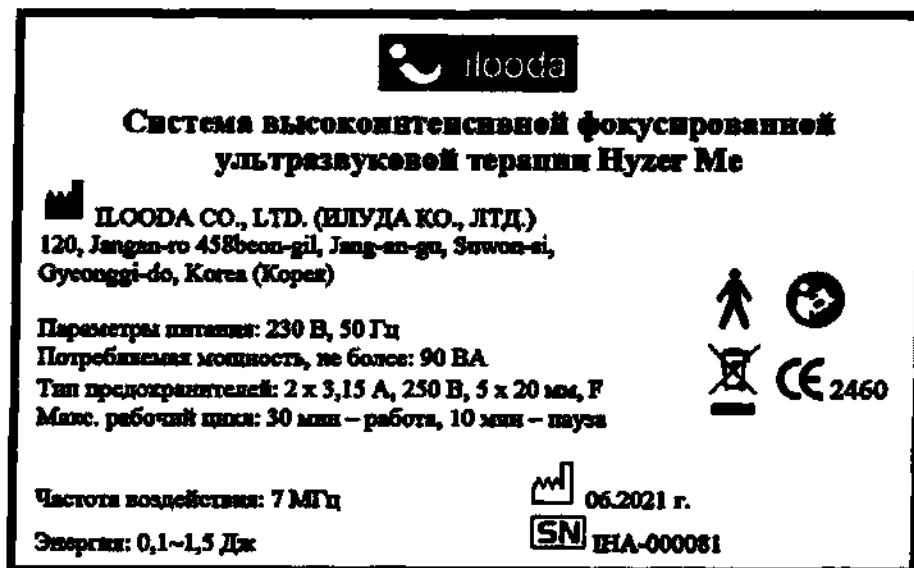

Рисунок 16 – Маркировка основного блока системы Hyzer Me
5.6.2 На тыльной поверхности корпуса основного блока системы Nuzer Me прикреплена маркировка (рисунок 16), содержащая следующую информацию: